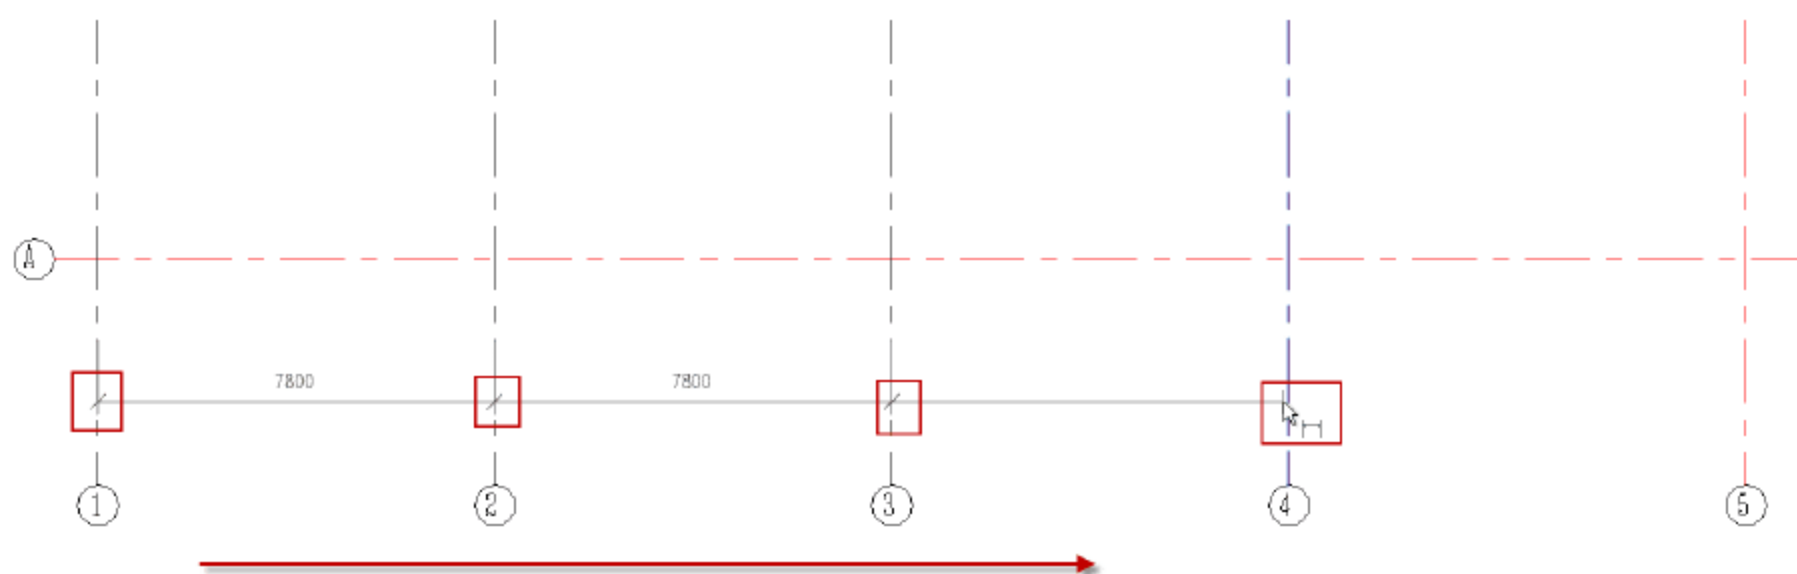
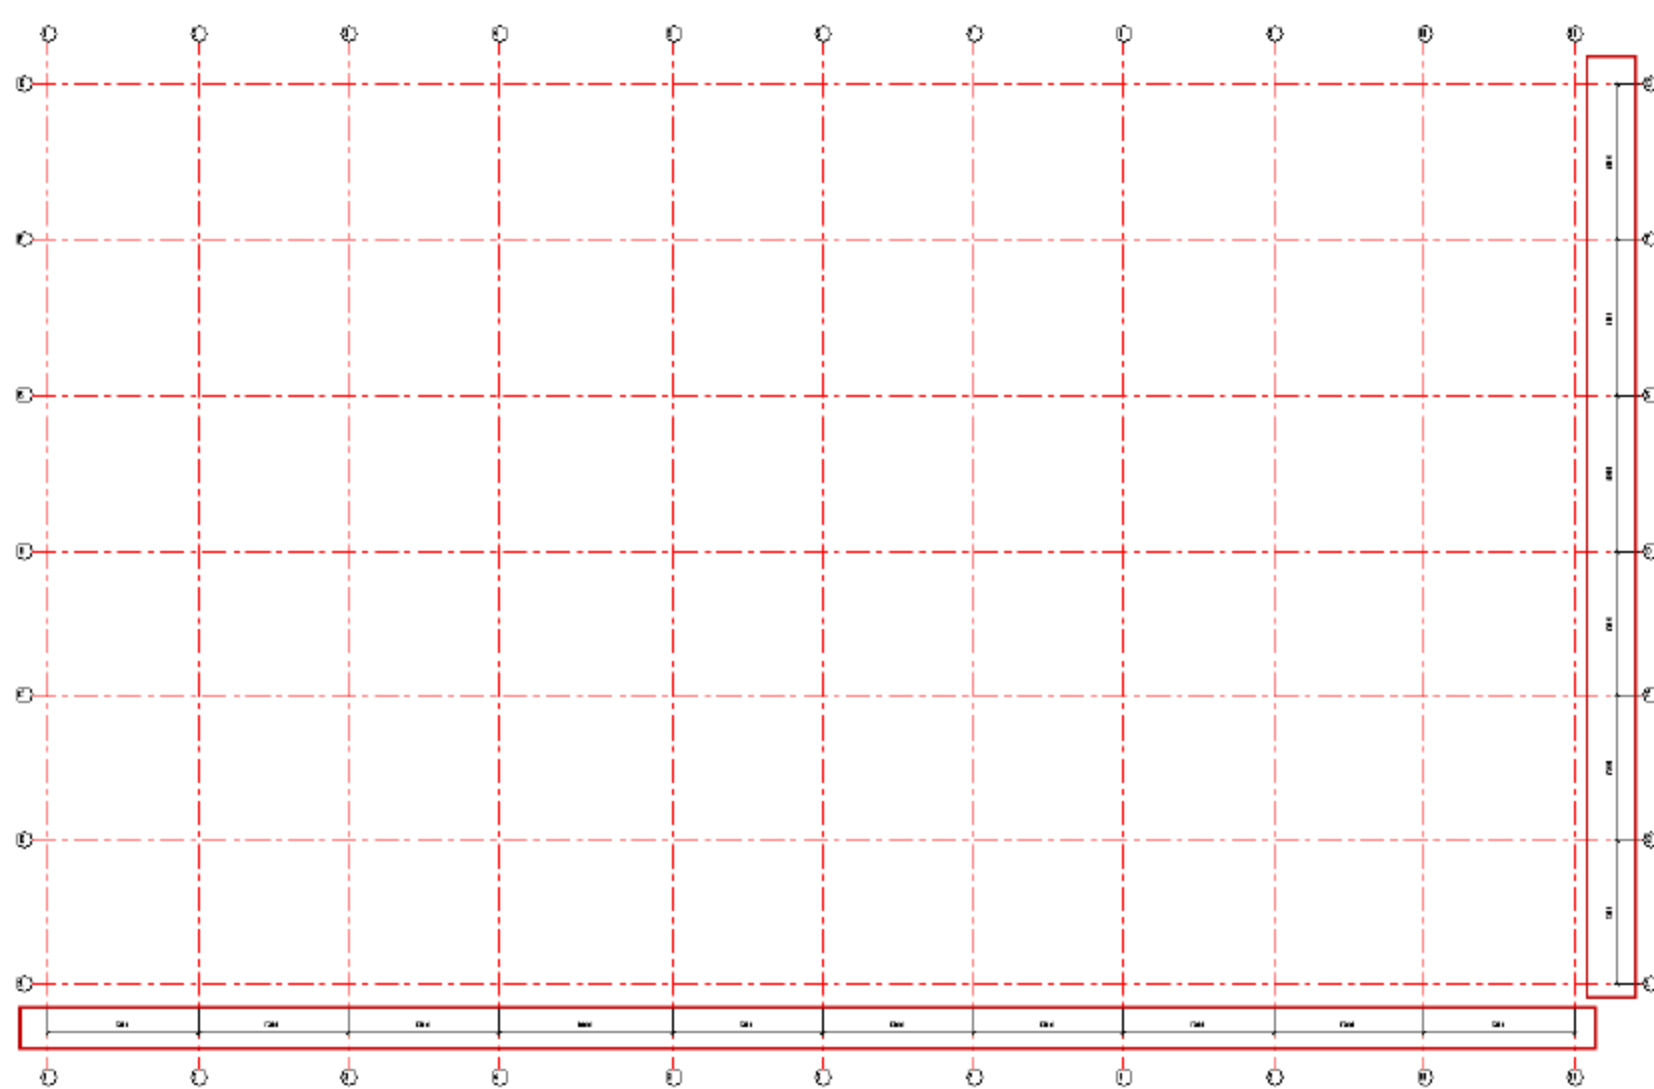

图 1.3.27 水平轴网标注
图 1.3.28 完成轴网标注
(4) 轴网标注。按快捷键 **D+I**，向右依次选择 1、2、3、4……11 轴线，如图 1.3.27 所示。使用同样的命令与方法，从下向上完成对 A 至 G 轴的轴线标注，如图 1.3.28 所示。